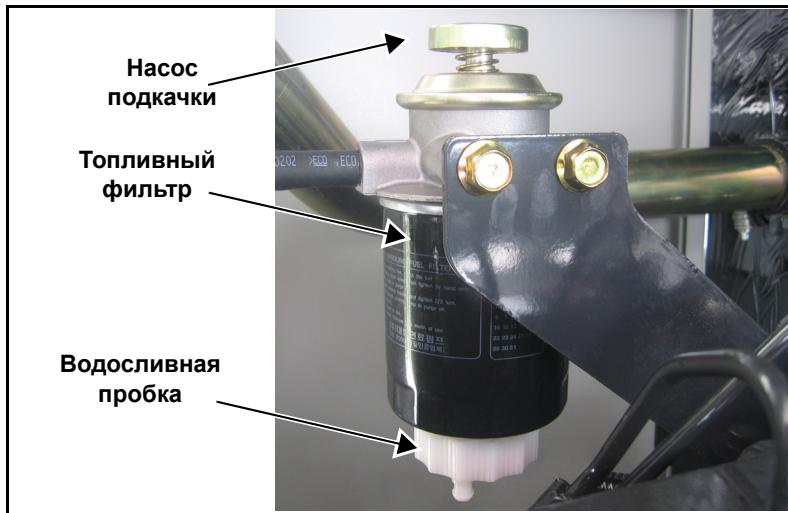

Рисунок 5-8. Слейте воду из топливного фильтра
- Медленно открутите водосливную пробку. См. Рисунок 5-8.